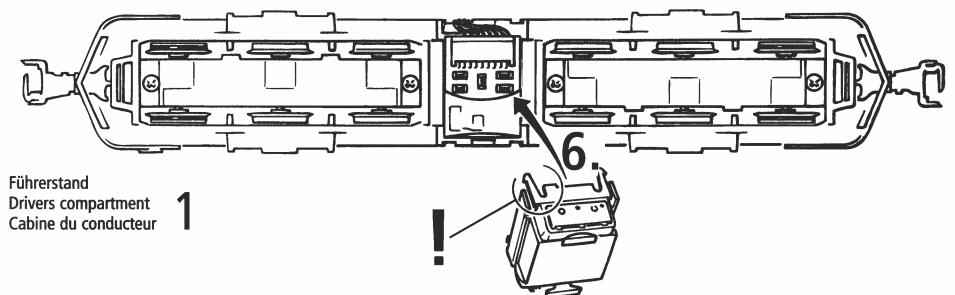

Fig. 5
**3. Lämpchenwechsel:** Bitte nehmen Sie zuerst das Lokgehäuse ab (Fig. 3). Danach können Sie die Lämpchen wechseln (Fig. 5).
**3. Remplacement des ampoules:** Veuillez démonter d'abord la caisse de votre locomotive (fig. 3), puis vous pouvez échanger les ampoules (voir fig. 5)
**3. Change of lights:** First remove loco body (fig. 3) and then change **lights** (fig. 5).